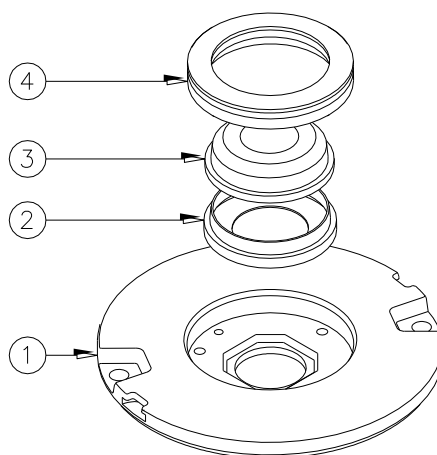

Figura 27 – Guarnizione del prisma
- Guarnizioni del lente montate tra calotta e lente (Figura 27- n°2).